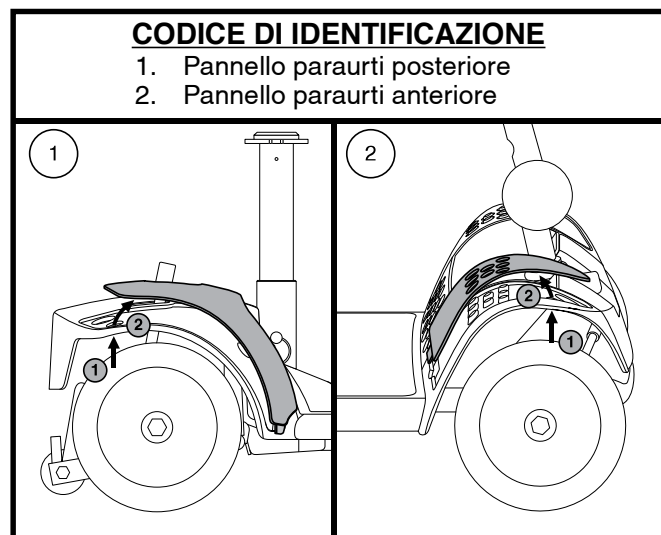

Figura 16. Pannello paraurti
2. Spingere attraverso il foro per separare il pezzo dal miniscooter. **Vedere figura 16.**
NOTA: Quando si installa il pannello paraurti anteriore e posteriore, verificare che la scheda nella parte inferiore del pannello sia inserita nell'apertura prima di fissare il pannello. **Vedere figura 16.**